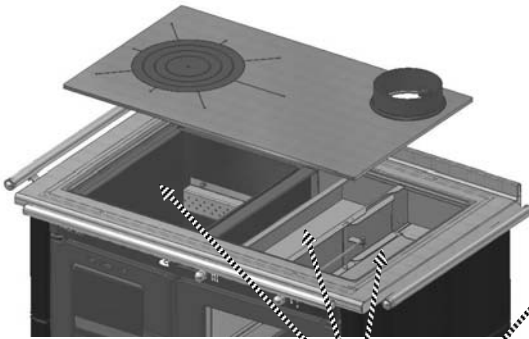

Fig. 8
Obere Abgaswege Reinigung (Abb.8)
- Die Herdplatte entfernen.(siehe Abb. 8), danach erreicht man alle Rauchgaswege und ist in der Lage die abgelagerten Rückstände zu entfernen. Nachfolgend mit geeigneten Geräten (Bürste, Schaufel, Sauger.) die Ablagerungen entfernen..